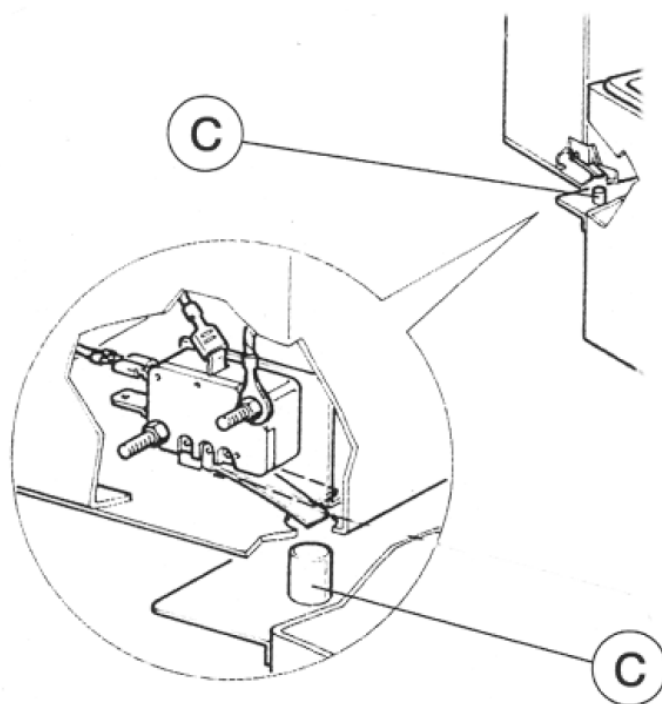

Fig. 2
Posizionare correttamente la testa estraibile della macchina. Il perno deve essere ben inserito nella testata in modo da premere il micro-interruttore posto al suo interno (Fig.2, C).
Placer dans la bonne position la tête amovible de l'appareil. Le pin doit être bien rentré dans la tête afin d'appuyer sur le micro-interrupteur de fonctionnement placé à l'intérieur (C figure 2).
- che il perno (fig.2, C) sia ben inserito come nel punto 2.3;
- Que le pin (fig.2,C) soit bien rentré dans la tete comme expliqué au point 2.3 ;